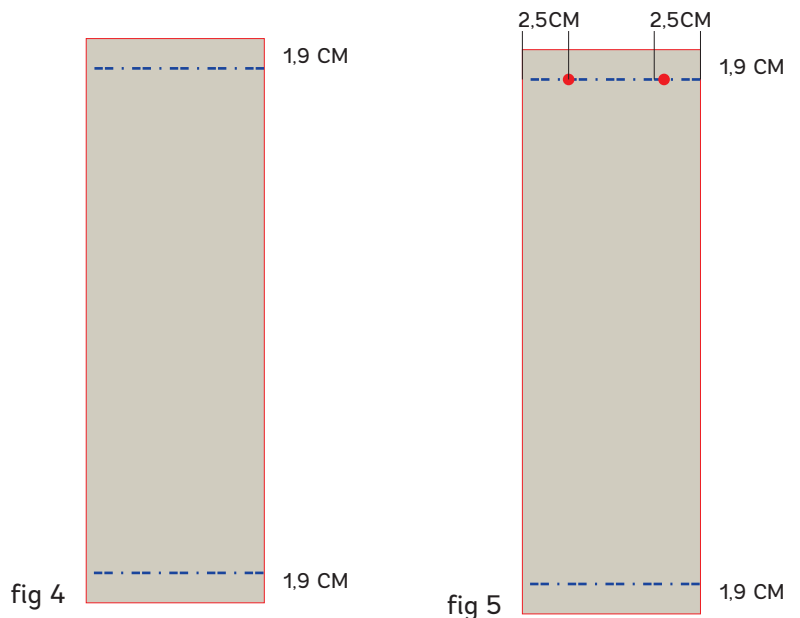

fig 6
**8** Fije las piezas en una prensa esquina.(fig 6)